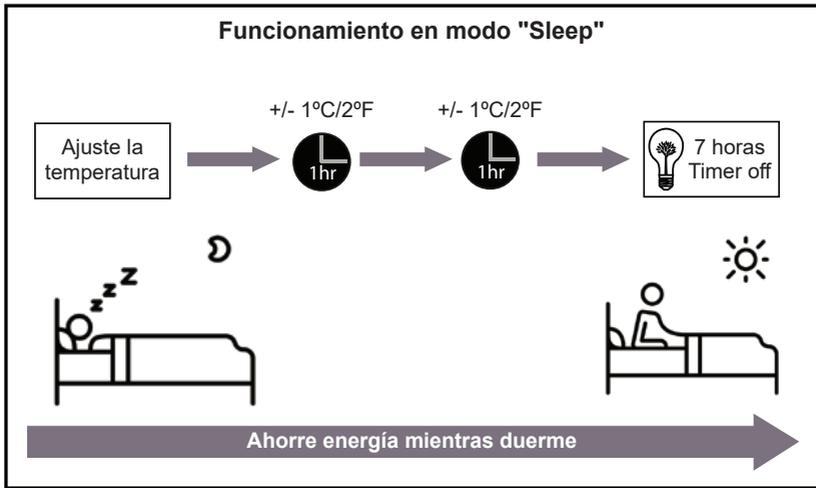

Fig. 3.1
- **Función Sleep:** La función "SLEEP" se utiliza para reducir el uso de energía mientras usted duerme (y no necesita el mismo ajuste para tener una temperatura agradable). Esta función solo puede activarse a través del control remoto. Oprima el botón "SLEEP" antes de irse a dormir. Cuando esté en modo Frío, la unidad aumentará la temperatura en 1°C (2°F) luego de 1 hora, y nuevamente aumentará 1°C (2°F) adicional luego de una hora más. Mantendrá la última temperatura durante 5 horas, luego la unidad se apagará de forma automática. **Nota:** la función "SLEEP" no está disponible para el modo Ventilador o el modo Seco. Ver Fig. 3.1.